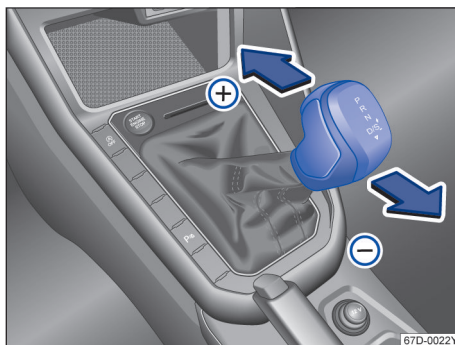

图 93 换挡杆在 Tiptronic 手动电控换挡程序位置上
- 向前 **+** 或向后 **-** 短促按压换挡杆，即可换高档或降挡→ 图 93。